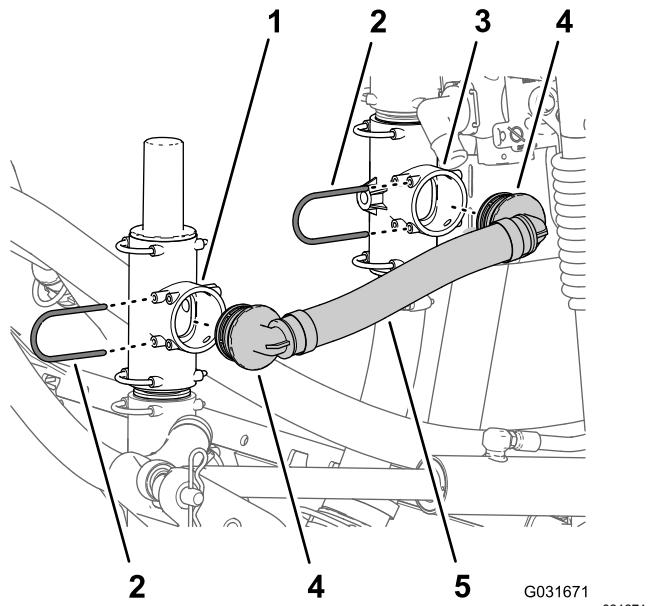

Bild 224
1. Fluchten Sie das 90°-Anschlussstück des Druckentlastungsschlauchs (Toro Bestellnummer 131-9647) mit dem offenen Anschluss des Druckentlastungsventils aus und setzen Sie das 90°-Anschlussstück ein, bis es fest im T-Anschlussstück sitzt (Bild 224).
2. Befestigen Sie das gezahnte 90°-Anschlussstück mit dem Halter (Bild 224), den Sie in Schritt 1 in Befestigen der schwenkbaren Schlauchtrommel an der Verteilerbefestigung \(Seite 88\) entfernt haben, am Druckentlastungsventil.
3. Fluchten Sie das 90°-Anschlussstück des Druckentlastungsschlauchs (Toro Bestellnummer 131-9647) mit dem offenen Anschluss des unteren T-Anschlussstückes aus und setzen Sie das 90°-Anschlussstück ein, bis es fest im T-Anschlussstück sitzt (Bild 224).
- Befestigen Sie das gerade gezahnte Anschlussstück mit einem Halter (Toro Bestellnummer 131-0235) am Flüssigkeitabstellventil (Bild 224).